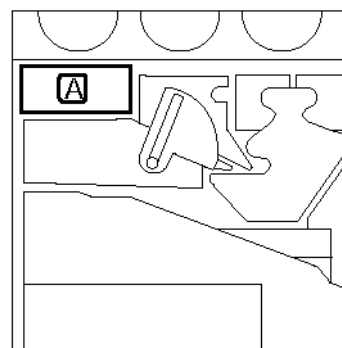

Figura 10: Localizar o velho Recipiente de toner usado
- 3 Localize o Recipiente de toner usado (área A na Figura 10) na parte superior esquerda da impressora.